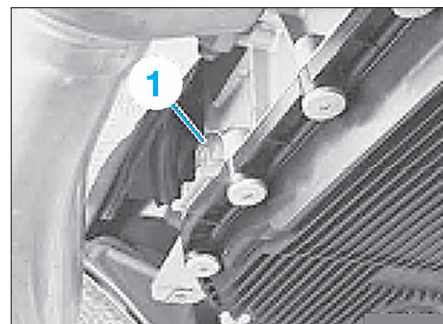

FIG. 17
- dévisser le bouchon de vidange et le bouchon de remplissage (1) (Fig.17).